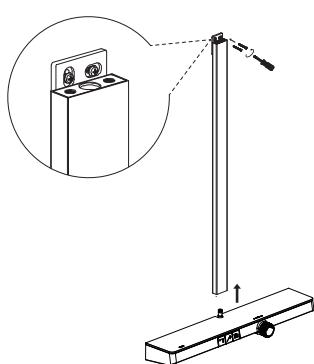

Abbildung 1
- d) Montieren Sie die Erhöhungsschiene an der Thermostatplatte und schrauben Sie sie in die Wand (Abbildung 1).